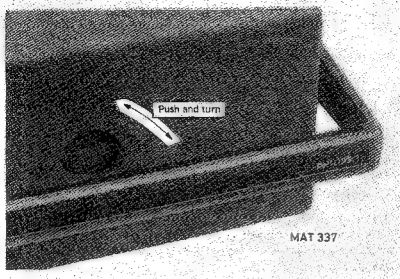

Abb. 2.1. Abnehmen der Abdeckhaube
2.1.1. Abnehmen und Aufsetzen der Abdeckhaube (Abb. 2.1.)